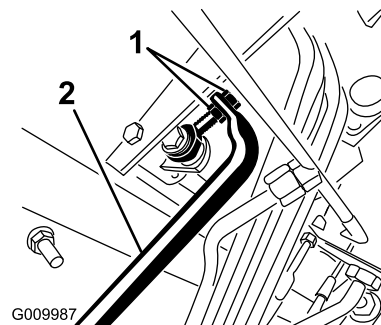

图 67
4. 调节泵杆端的锁紧螺母向前移动泵控制管防止前进向后移动泵控制管防止后退 (图 67)。